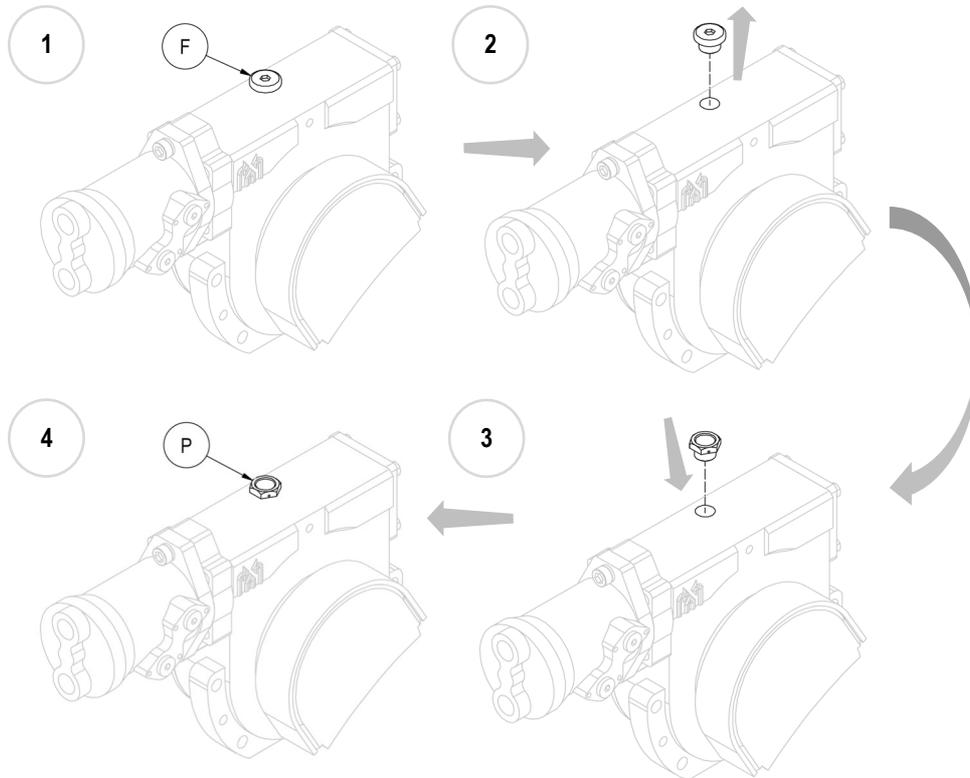

Figure 10
11. **N.B.** Avec l'équipement monté, avant utilisation, remplacer le bouchon borgne de remplissage d'huile en fer (F) par celui en plastique fourni (P), avec évent (voir Figure 10).